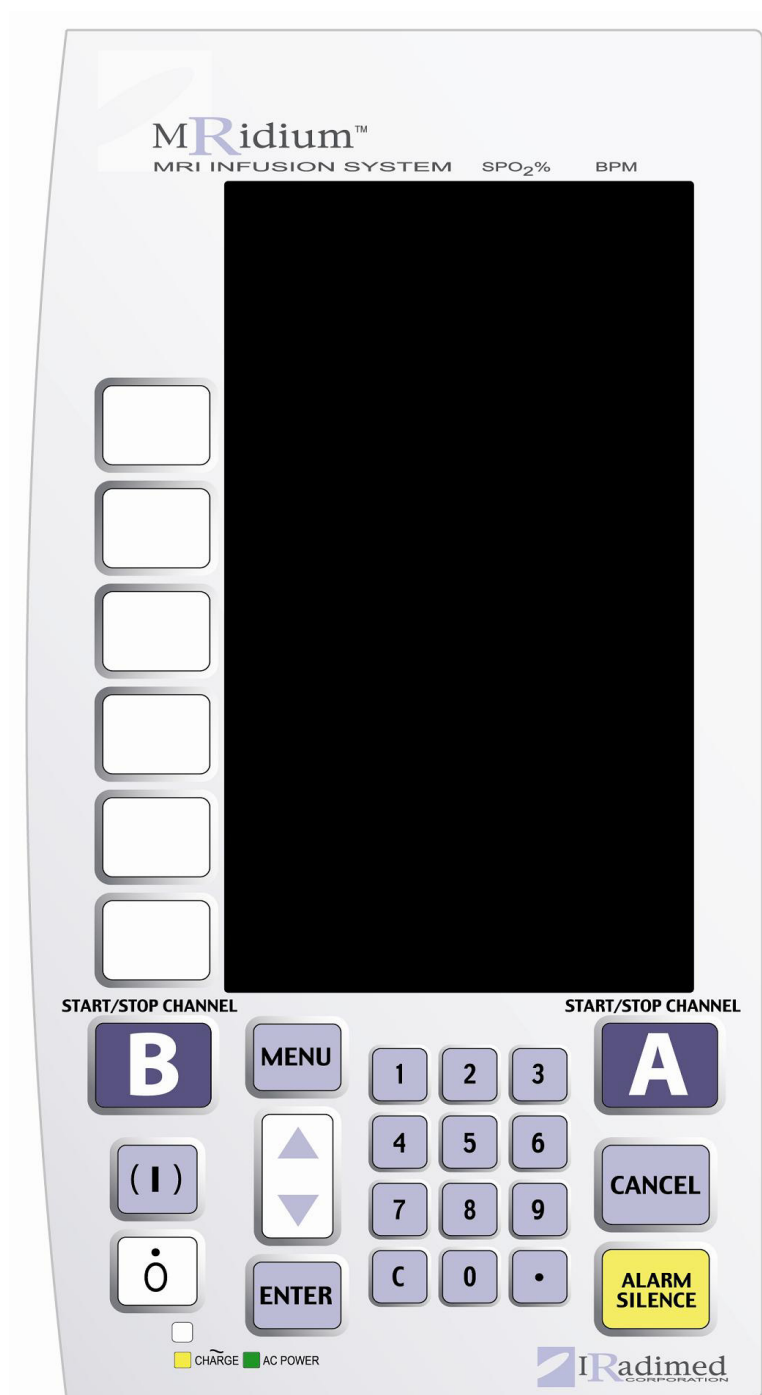

Figure 1-7. Touches de commande du panneau avant
1.2.1 Touches de commande du panneau avant. Voir figure 1-7 pour l'emplacement des touches de commande.